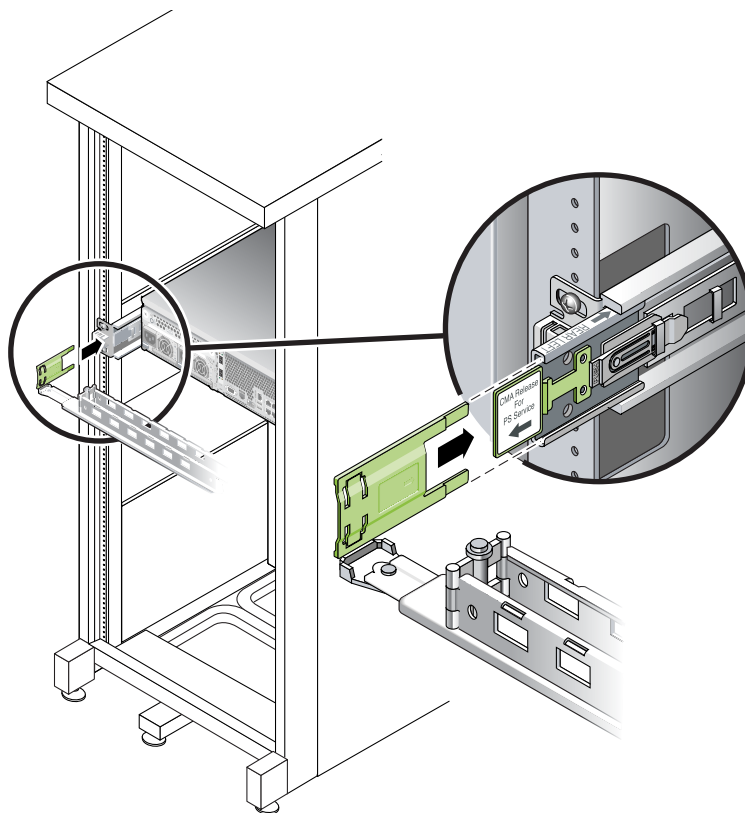

図 2-24 スライドレールの左側の取り付け
4. CMA の左側にあるヒンジ付きのプラスチック製のコネクタを、CMA レール拡張部品に完全に差し込みます (図 2-24)。